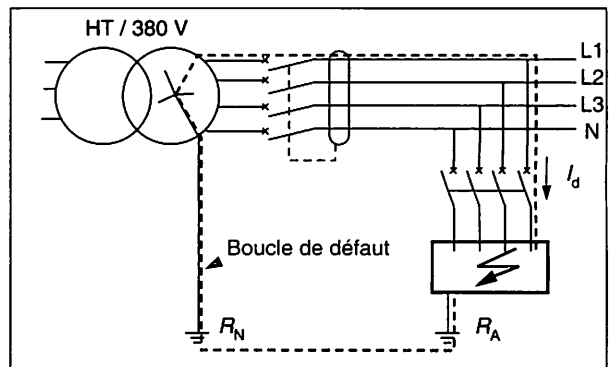

Fig. 28.01 : Boucle de défaut.
- l'existence d'un circuit appelé **boucle de défaut** pour permettre la circulation du courant de défaut (fig. 28.01),